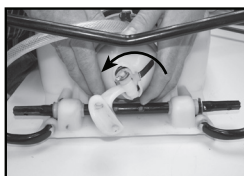

Figure 3
- 4) Dévissez la pompe à membrane de la base du cylindre de pression. Il faudra peut-être utiliser une clé à sangle ou un autre moyen mécanique (Fig. 3).